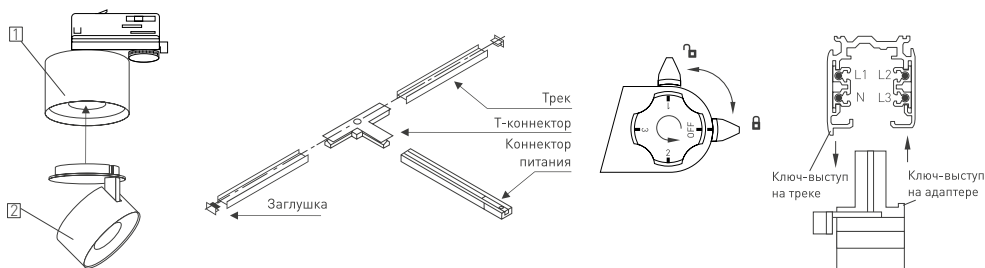

Рис. 2. Установка и подключение светильника
6. Вставьте светильник в трек, для чего ориентируйте ключи-выступы на адаптере и на треке (рис. 2).